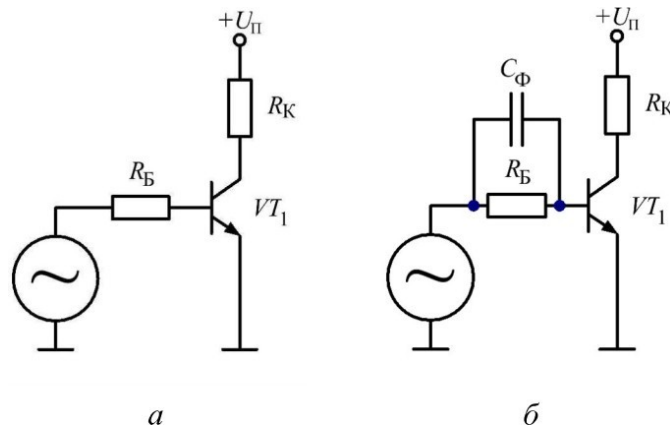

Рис. 4.10. Схема простого транзисторного ключа (а) и транзисторного ключа с форсирующим конденсатором (б)
1. Соберите схему транзисторного ключа на п-р-п транзисторе (рис. 4.10, а). Задав напряжение питания $U_{\Pi} = 12 \text{ В}$ и амплитуду напряжения входного управляющего сигнала $U_{ВХ} = 5 \text{ В}$, можно рассчитать величины резисторов в цепях базы и коллектора.
7. Соберите схему транзисторного ключа с форсирующим конденсатором (рис. 4.10, б). Для этого просто подключите конденсатор параллельно базовому резистору. Емкость форсирующего конденсатора C_{ϕ} можно рассчитать, зная длительность фронта при данном резисторе в цепи базы: